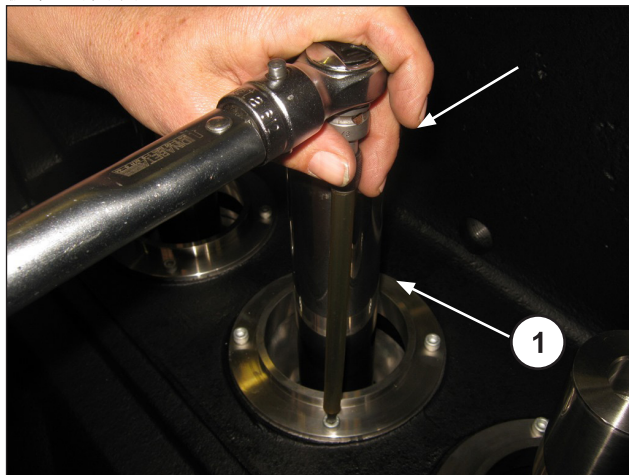

图 161
拧紧四个M6螺钉 (①, 图 161) 并按照段落3的指示用扭力扳手进行调节。